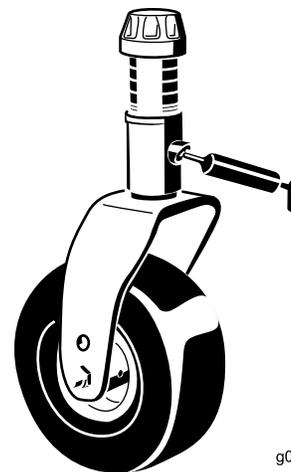

Bild 36
- Laufradgabel-Wellenbüchsen (2) (Bild 36)